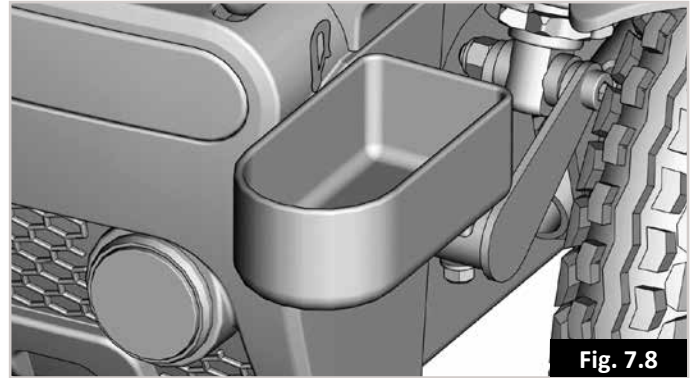

Fig. 7.8
7.7 Stockhalter, (Fig. 7.8):**⚠️ WARNUNG!**